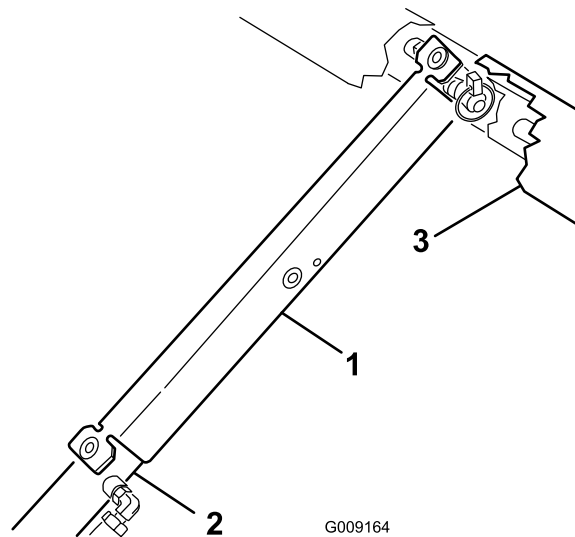

図 31
3. サポートをシリンダロッドにはめ込み、安全サポートの端部でシリンダバレルの端とシリンダロッドの端を確実に支える図 31。